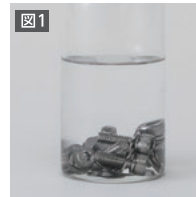

図1 油分抽出溶媒に部品試料を
- ① ビーカにネジ25個と15 mLの油分抽出溶媒H-519を入れる。【図1】